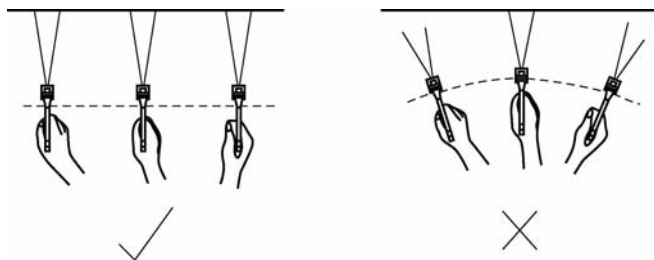

图 8-48 喷涂距离恒定
(2) 轨道式喷涂控制。喷枪与被喷件永远保持平衡及均衡距离, 如图 8-48 所示。